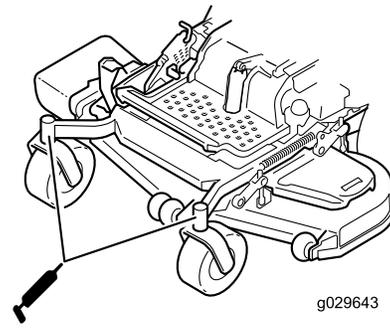

Figura 47
6. Instale el tapón hexagonal y la tapa (Figura 47).
7. Engrase los cojinetes de las ruedas giratorias (Figura 47).